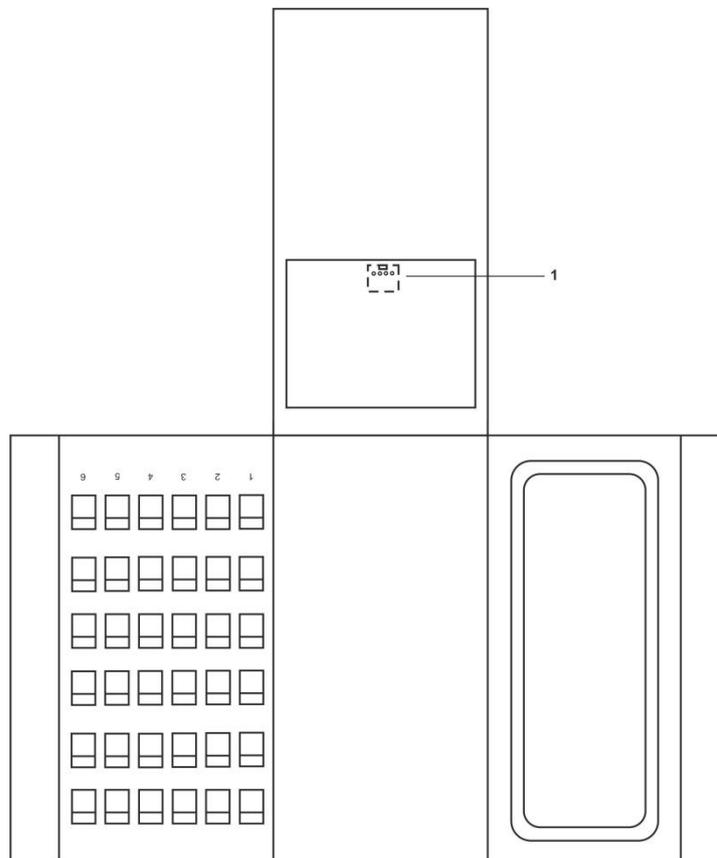

Рисунок 4. Внешний вид пультов громкой связи с поднятой частью верхней поверхности корпуса
На рис.4 приведен внешний вид пультов громкой связи с поднятой частью верхней поверхности корпуса.
3. Установить 4-х контактный разъем кабеля радиопередатчика MP-811S1 в разъем **(1)** (рис.4) на плате, установленной на поднятой части верхней поверхности корпуса.
4. Установить 4-х контактный разъем кабеля радиопередатчика MP-811S1 в разъем **(1)** (рис.4) на плате, установленной на поднятой части верхней поверхности корпуса.